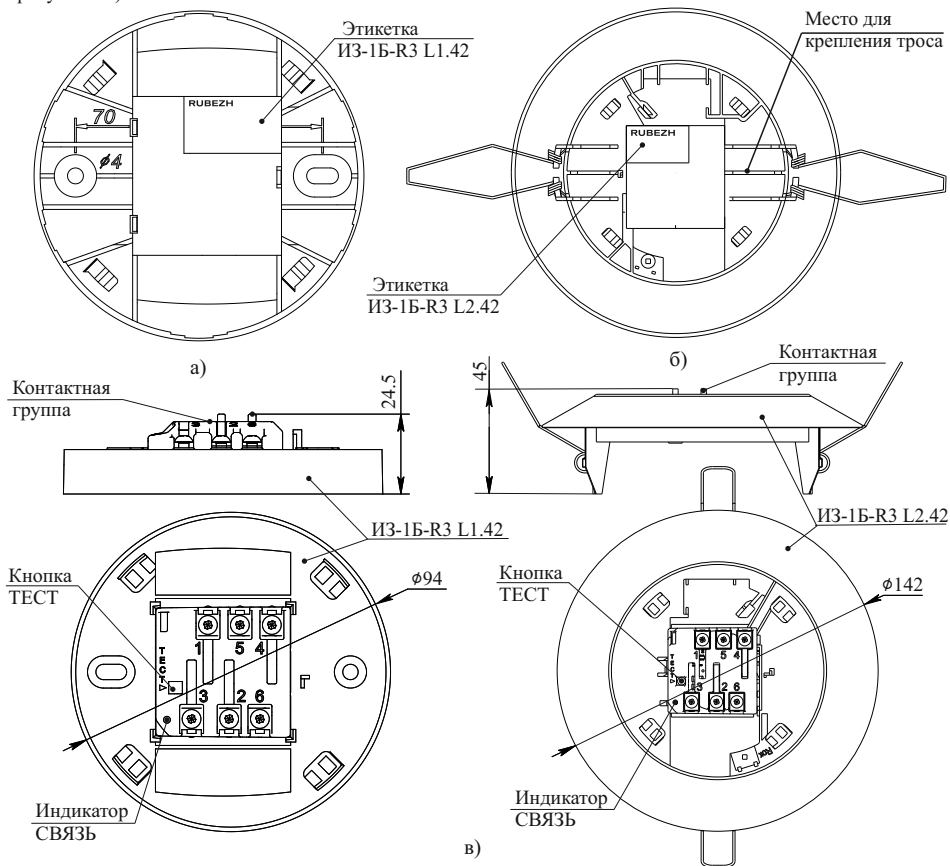

Рисунок 1
4.1 ИЗ-1Б-Р3 конструктивно выполнен в пластмассовом корпусе. Внешний вид ИЗ-1Б-Р3 со стороны установки на несущую конструкцию приведен на рисунке 1 а), на подвесной потолок – на рисунке 1 б). С внешней стороны на основании размещена этикетка с информацией об ИЗ-1Б-Р3. С внутренней стороны на основании размещена плата с электронными компонентами ИЗ-1Б-Р3 (рисунок 1 в).
г) после подключения АЛС к контактам ИЗ-1Б-Р3 Л2.42 согласно рисунку 4, следует закрепить ИЗ-1Б-Р3 Л2.42 при помощи троса (опционально) к несущей конструкции (рисунок 1 б), поджать пружинные фиксаторы и установить ИЗ-1Б-Р3 Л2.42 в подготовленное отверстие;